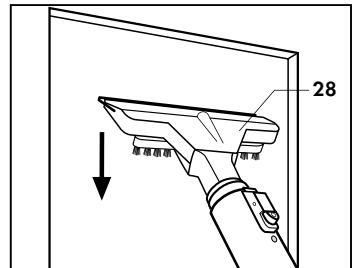

Fig. 17
- appuyer la racle en caoutchouc sur la surface et aspirer l'eau présente en effectuant des mouvements rectilignes verticaux vers le bas (Fig. 17).